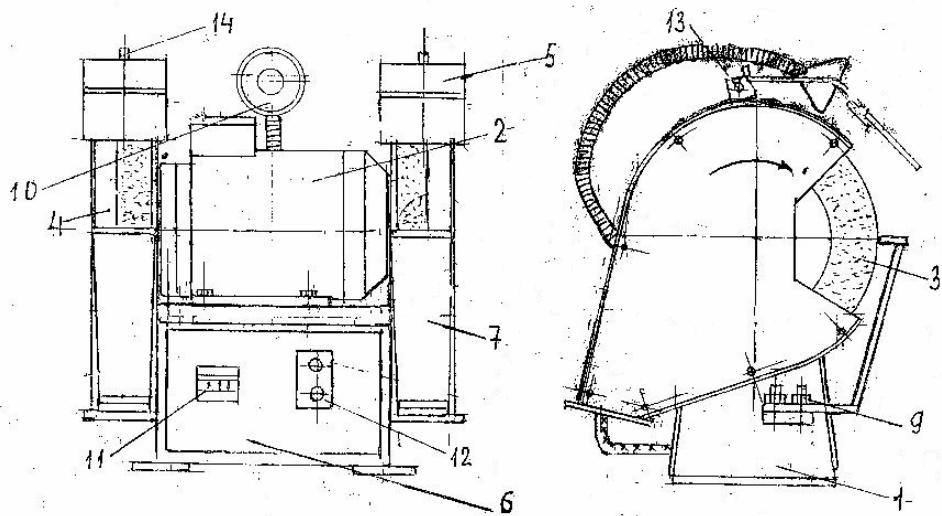

Рис. 1
6.1. Станок состоит из следующих основных частей (рис.1):
7.3. На кожухе установлен защитный экран 5 (см. рис. 1), который может откидываться, поворачиваясь вокруг оси 13. Положение экрана может регулироваться относительно круга с помощью винта 14.